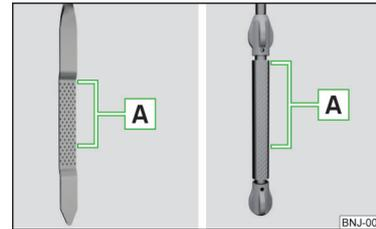

Abb. 159
**Ölmesstab** » Abb. 159
- Der Ölstand darf keinesfalls oberhalb oder unterhalb des Bereichs  » Abb. 159 liegen - es besteht die Beschädigungsgefahr des Motors sowie der Abgasanlage.